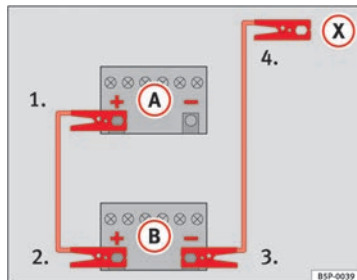
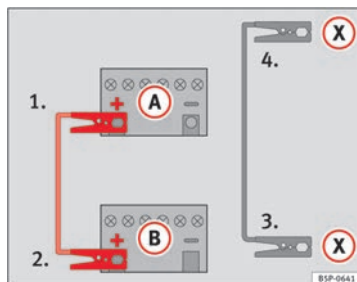

Fig. 161 Schéma de branchement pour les véhicules non équipés du système Start-Stop.
Fig. 162 Schéma de branchement pour les véhicules équipés du système Start-Stop.
- Raccordez une extrémité du câble de démarrage *rouge* au pôle positif (+) du véhicule dont la batterie est déchargée (A) ⇒ fig. 161.
- Raccordez l'autre extrémité du câble de démarrage *rouge* à la borne positive (+) du véhicule fournissant le courant (B).
- Raccordez une extrémité du câble de démarrage *noir* à la borne négative (-) du véhicule fournissant le courant (B) ⇒ fig. 161.
- Raccordez l'autre extrémité du câble de démarrage *noir* (X), sur le véhicule avec la batterie déchargée, à une pièce en métal massif vissée au bloc-moteur ou directement au bloc-moteur, mais le plus loin possible de la batterie (A).
- Raccordez une extrémité du câble de démarrage *rouge* au pôle positif (+) du véhicule dont la batterie est déchargée (A) ⇒ fig. 162.
- Raccordez une extrémité du câble de démarrage *noir* (X) à une borne de mise à la terre appropriée, à une pièce métallique massive vissée au bloc-moteur, ou au bloc-moteur lui-même ⇒ fig. 162.